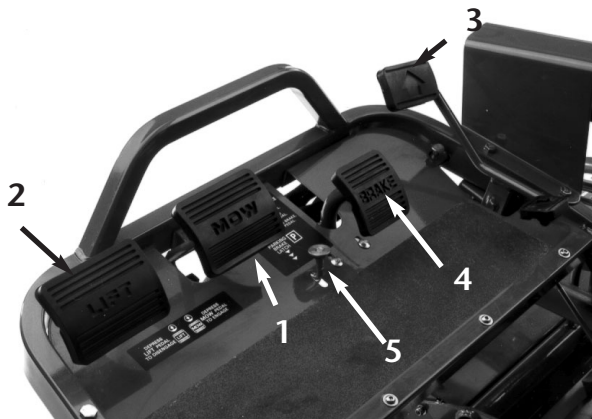

Figure 11
**PÉDALE DE TONTE** (Fig. 11)—Appuyez A FOND sur la pédale de tonte pendant le fonctionnement pour abaisser les plateaux de coupe et faire tourner les cylindres. La pédale reste enfoncée sans que l'utilisateur ait besoin d'appuyer dessus.
**PÉDALE DE FREIN** (Fig. 11)—Elle actionne un frein mécanique à tambour de type automobile sur chaque roue motrice.
**PÉDALE DE RELEVAGE** (Fig. 11)—Si la pédale de relevage est enfoncée au cours de l'opération, les rouleaux s'arrêtent de tourner et les unités de coupe se relèvent. La pédale de relevage doit rester **ENTIEREMENT** enfoncée jusqu'à ce que les unités de coupe soient totalement relevées et se soient arrêtées de tourner.
**BOUTON DU FREIN DE STATIONNEMENT** (Fig. 11)—Appuyer sur la pédale de frein pour actionner l'assemblage frein, puis appuyer sur le bouton du frein de stationnement pour maintenir les freins enclenchés pour le stationnement. Appuyer sur la pédale de frein pour déclencher les freins. Prendre l'habitude d'enclencher le frein de stationnement avant de quitter la machine.
**PÉDALE DE DEPLACEMENT** (Fig. 11)—Elle permet à la machine de se déplacer en marche avant et en marche arrière ou de s'arrêter. Appuyez sur le haut de